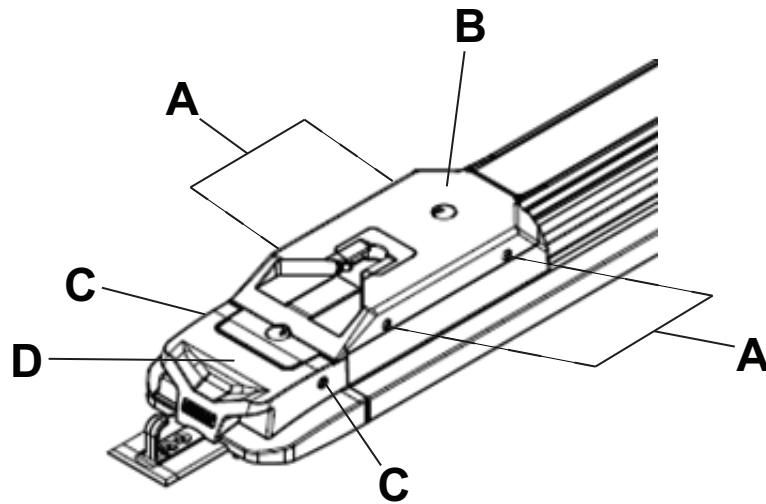

Figure 7 – Cache du côté pieds
9. À l'aide d'une clé Torx T27, enlever les quatre vis d'assemblage à six pans creux (A) reliant le cache du côté pieds (B) au transfert (Figure 7). Conserver les vis.
10. À l'aide d'une clé Torx T27, enlever les deux vis d'assemblage à tête ronde (C) reliant le cache du côté pieds à l'ensemble de nez du côté pieds (D) (Figure 7). Conserver les vis.